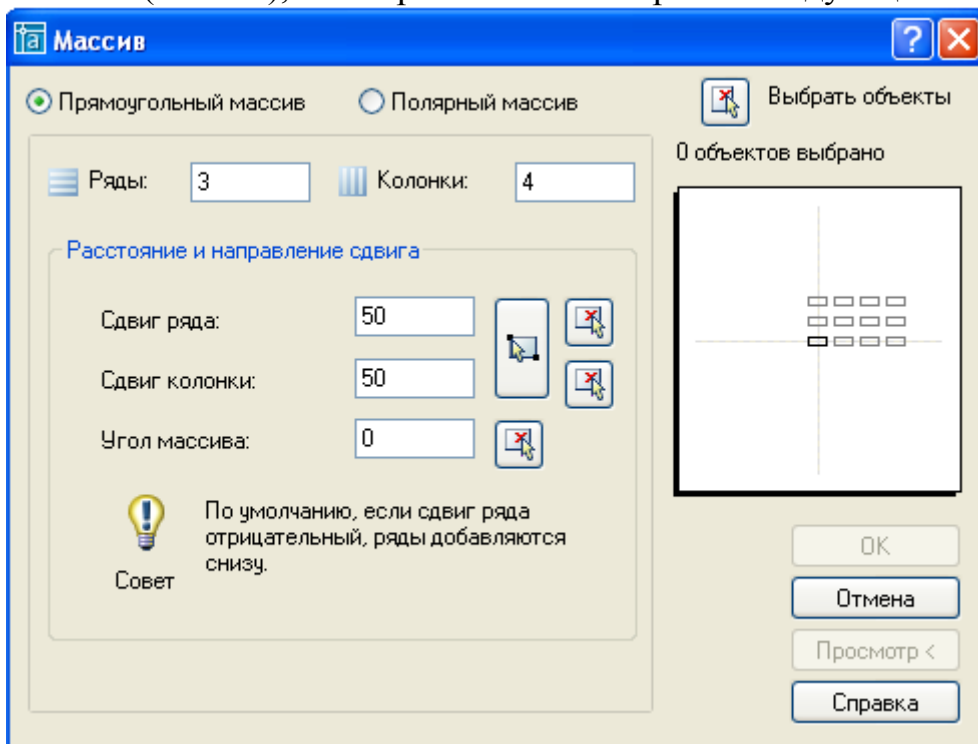

Рис. 19. Диалоговое окно Массив
Вызов команды **Array**: щелчком на пиктограмме  или из падающего меню **Modify\ Array (Изменение\ Массив)**. При этом открывается диалоговое окно Массив (Рис. 19), в котором можно настроить следующие параметры:
- если выбран прямоугольный массив, то указать количество рядов и колонок, расстояния между рядами и колонками (на рис. 19 показано, что расстояния равны 50 мм);